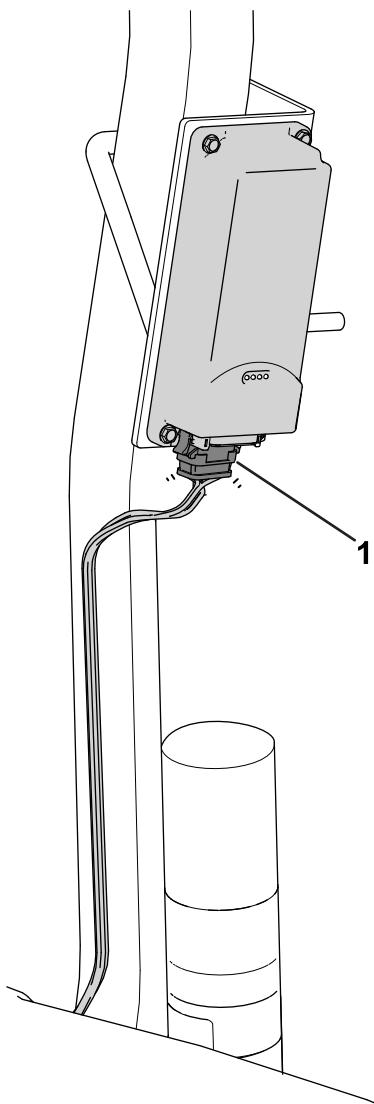

Bild 9
3. Den mit P02 gekennzeichneten Steckverbinder des Telematikkabelbaums an das Telematikgerät anschließen (Bild 9).